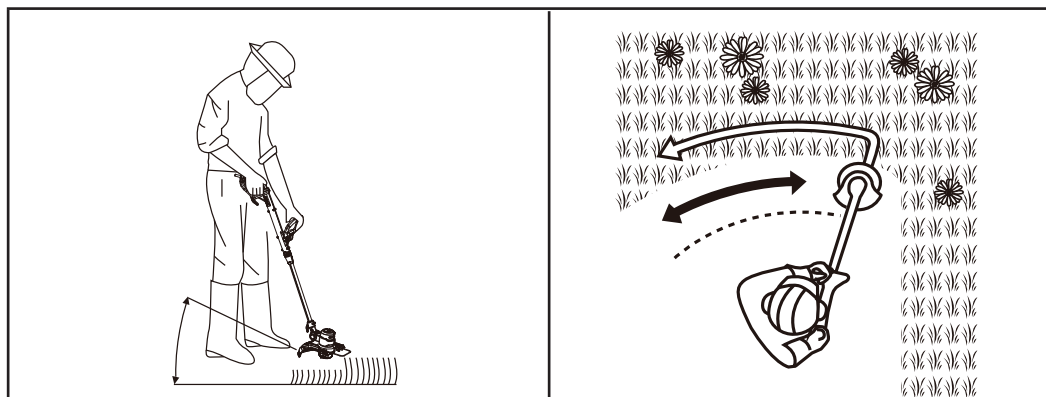

Fig. 9
- Asegúrese de que su postura es estable y sujete la máquina firmemente con ambas manos por la empuñadura superior (1) y la empuñadura auxiliar (6).
- Ajuste el ángulo de la empuñadura principal (1) a 0° para el corte.
- Mantenga el cabezal de corte (15) justo por encima del terreno formando un ángulo de aproximadamente 30° (Fig. 9).
- Mueva la máquina con un movimiento de arco definido, lento y de izquierda a derecha antes de llevarlo de nuevo a la posición inicial para recortar la siguiente zona (Fig. 9).